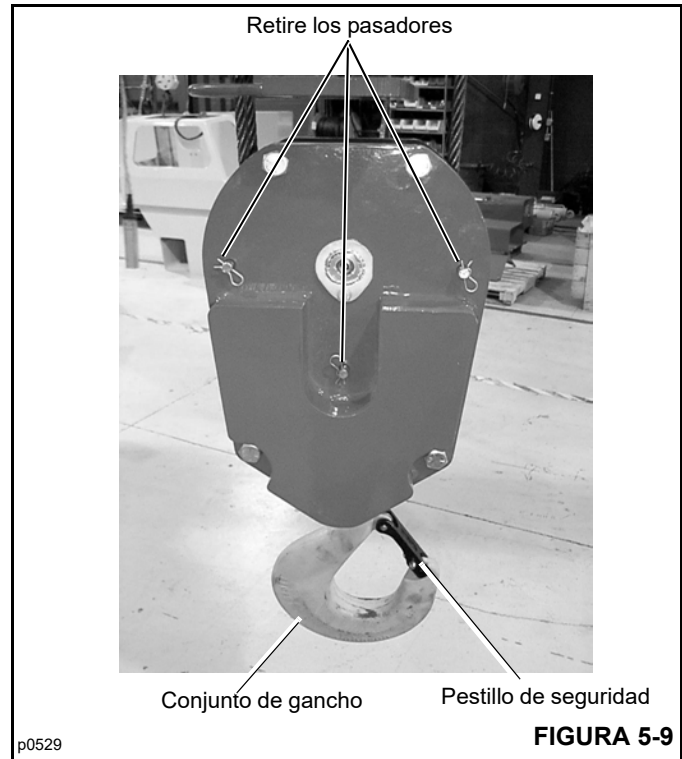

FIGURA 5-9
Asegure que el pestillo de seguridad del conjunto de gancho (Figura 5-9) no se dañe.
4. Retire los tres pasadores, según se indica en la Figura 5-9.
1. Retire los tres pasadores y el conjunto de gancho del conjunto de aparejo de gancho. Consulte la Figura 5-9.